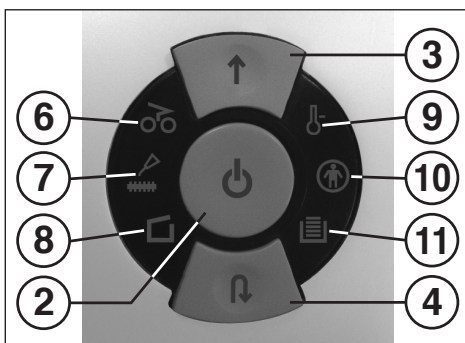

Fig. 1
- 9 = **Controlelampje “Motor overbelast” (Fig. 1)**
- 10 = **Controlelampje (Fig. 1) “Gebruikersrestrictie geactiveerd”**
- 11 = **Controlelampje “Opvangbak vol” (Fig. 1)**